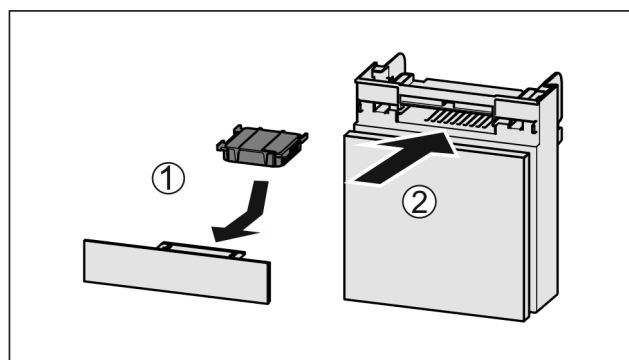

Fig. 95
- ▶ Pange Fig. 95 (1) aktiivsöefilter joonise järgi sisse.
- ▶ Lükake Fig. 95 (2) laegas sisse.